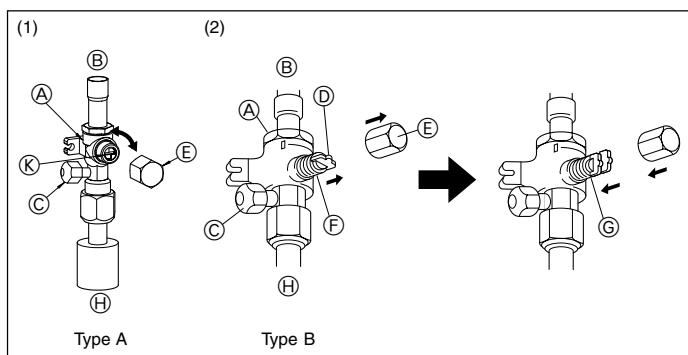
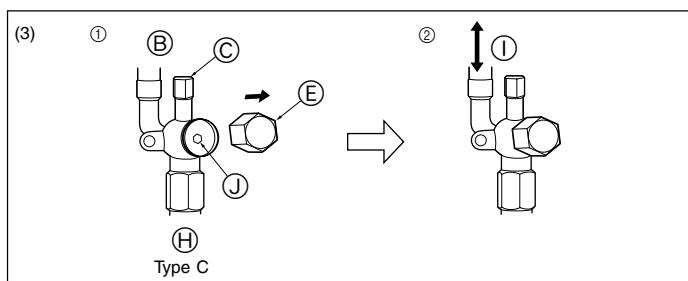

Fig. 4-6
Fig. 4-7
(1) Type A (Fig. 4-6)
- ① Retirer le capuchon, puis tourner le mécanisme d'un quart de tour dans le sens antihoraire à l'aide d'un tournevis plat pour ouvrir complètement la vanne.
- ② S'assurer que la vanne d'arrêt est complètement ouverte, puis replacer et serrer le capuchon dans sa position d'origine.
(2) Type B (Fig. 4-6)
- ① Enlever le capuchon, ramener la poignée vers soi et la tourner d'un quart de tour en sens inverse des aiguilles d'une montre pour ouvrir la vanne.
- ② Vérifier que la vanne d'arrêt est complètement ouverte, appuyer sur la poignée et tourner le capuchon pour le ramener sur sa position d'origine.
(3) Type C (Fig. 4-7)
- ① Retirez le bouchon, et tournez la tige de soupape à fond dans le sens antihoraire avec une clé hexagonale de 4 mm. Arrêtez de tourner quand elle frappe la retenue.
- ② Vérifier que la vanne d'arrêt est complètement ouverte et tourner le capuchon pour le ramener sur sa position d'origine.
③ Type C (Fig. 4-7)	④ Complètement ouvert
⑤ Côté appareil	⑥ Installation sur le côté Côté tuyau réfrigérant
⑦ Orifice de service	⑧ Sens d'écoulement du réfrigérant
⑨ Levier	⑩ Orifice de la clé
⑪ Capuchon	⑫ Coté de fonctionnement
⑬ Complètement fermé